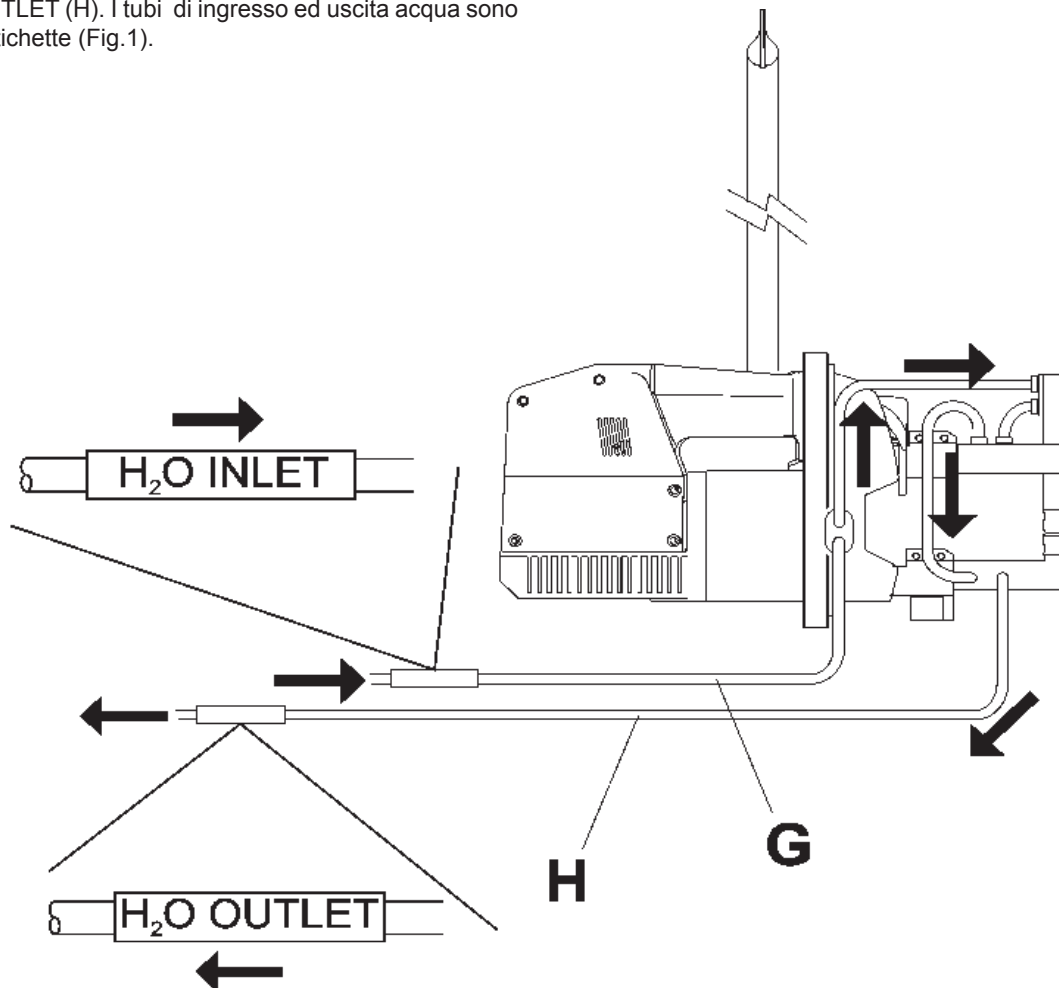

Fig. 1
Per un corretto raffreddamento della puntatrice sono necessari 150 l/h di acqua pulita con temperatura massima di 30 °C. Al momento del collegamento fare attenzione che non vi sia sporco o frammenti di imballi nei tubi e collegare l'alimentazione al tubo di ingresso H2O INLET (G) ciò permette all'acqua fredda di raggiungere prima i punti della macchina più soggetti a riscaldarsi. L'acqua tiepida che ha raffreddato la puntatrice esce dal tubo di scarico H2O OUTLET (H). I tubi di ingresso ed uscita acqua sono identificati da etichette (Fig.1).